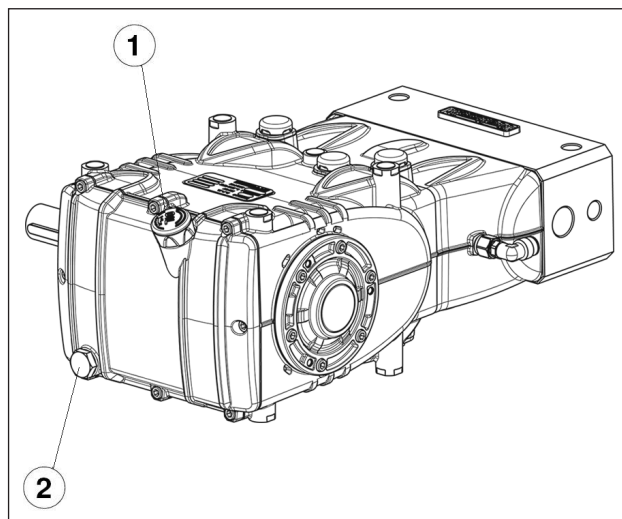

图3
通过油位尺①，图3。
正确的油位检查必须在泵处于室温时进行，换油必须在泵处于工作温度时进行，首先拆除油位杆（部件号①），随后拆除塞子（部件号②，图3）。
使用温度探头插入放油塞（部件号②图3）。